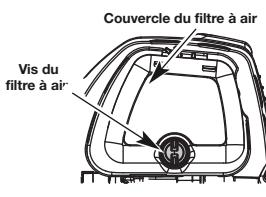

Fig. 27
- Ouvrez le couvercle du filtre à air en desserrant la vis du filtre à air (Fig. 27).
- Visez les vis du couvercle du filtre à air dans le sens des aiguilles d'une montre jusqu'à ce que la vis soit bien serrée (Fig. 27).